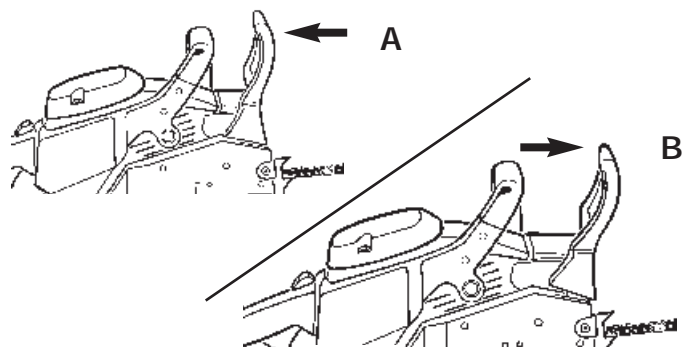

Fig. 30
1. El Chain Brake® está DESENGANCHADO (la cadena se puede mover) cuando la manija del freno es jalada hacia atrás y asegurada (Fig. 30).
2. El Chain Brake® esta ENGANCHADO (la cadena es detenida) cuando la manija del freno se encuentra hacia adelante. Usted no deberá poder mover la cadena (Fig. 30).